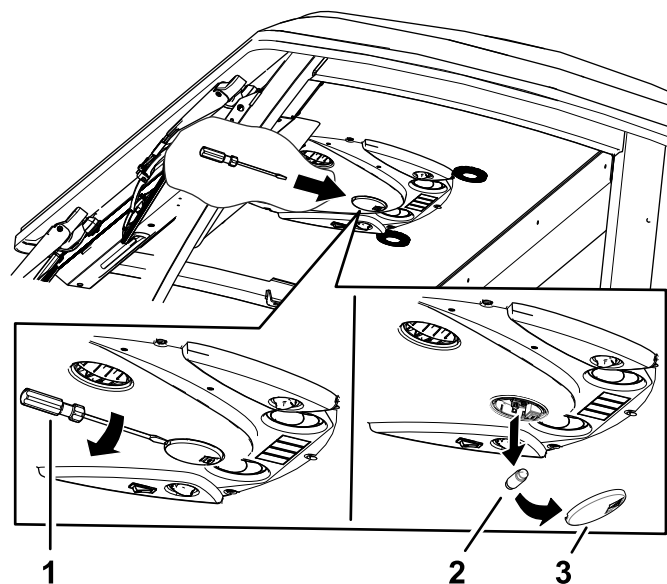

Bild 90
1. Verwenden Sie einen Schraubendreher, um die Lichtscheibe vom Bedienfeld zu entfernen (Bild 90).
2. Entfernen Sie das Leuchtmittel aus der Fassung (Bild 90).